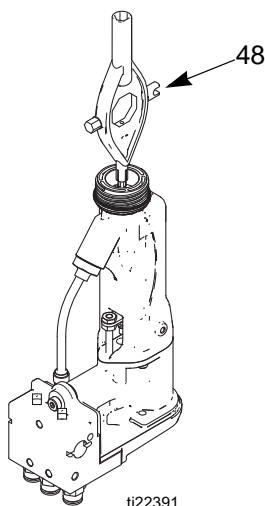

FIG. 19. Elektrode ersetzen
3. Die Elektrode (3) mit dem Multifunktionswerkzeug (48) abschrauben. FIGURE 19.